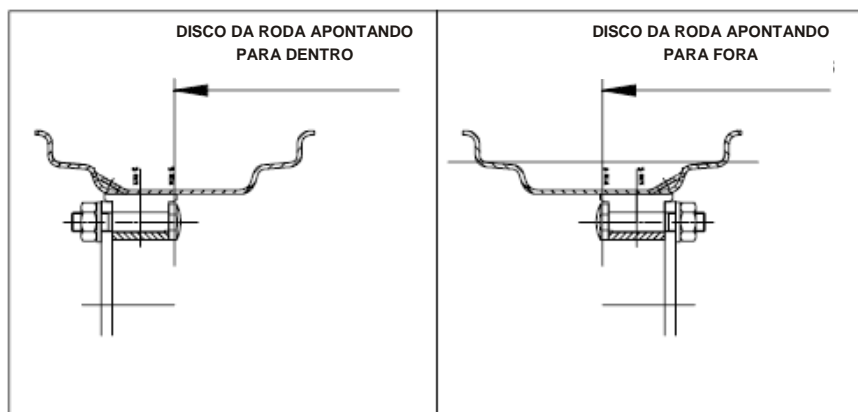

Fig. 4-21
O ângulo de direção máximo do eixo dianteiro 4WD pode ser ajustado de acordo com o tipo de pneu montado e a forma como o trator é usado. O ângulo é mudado ajustando o parafuso de batente (1) (Fig.4-21) na transmissão final do eixo.